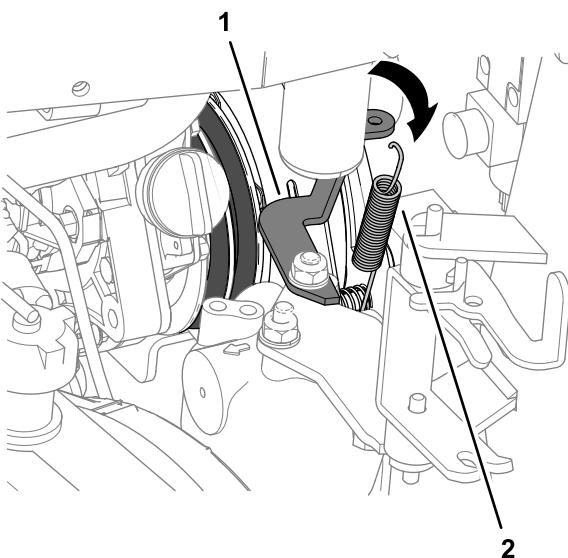

Рисунок 90
- На стороне радиатора отсоедините пружину демпфера муфты от кронштейна пружины (Рисунок 90).
4. Зацепите пружину демпфера муфты между внутренним болтом пластины муфты и кронштейном пружины; см. Рисунок 90 в разделе Снятие ремней механизма отбора мощности \(страница 73\).